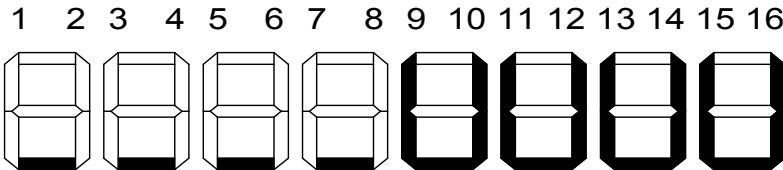

Рисунок 5
6.3 Подать на устройство напряжение питания. На индикаторе должно появиться текущее состояние датчиков. При этом свечение нижних сегментов означает наличие напряжения питания, свечение вертикальных сегментов соответствует разомкнутому состоянию датчика, погашенный вертикальный сегмент соответствует замкнутому состоянию датчика. Например, при замкнутом состоянии датчиков 1 – 8 и разомкнутом состоянии датчиков 9 – 16 индикатор будет находится в состоянии, показанном на рис.5